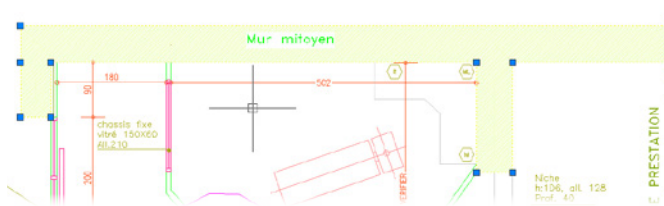

Figure 3.25
8. Vous venez de créer une polyligne. Lorsque vous sélectionnez une partie du mur, c'est désormais tout le contour qui est actif (voir Figure 3.25) et non plus une simple ligne comme à l'origine.